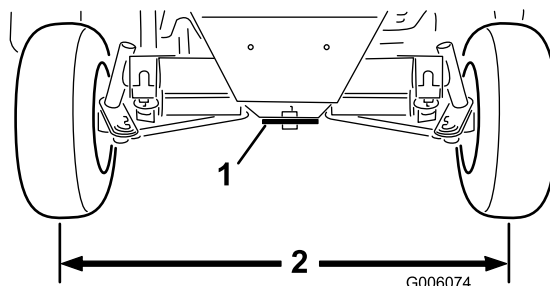

Figure 65
- Régalez les biellettes jusqu'à ce que l'entraxe soit identique à l'avant et à l'arrière des roues arrière (Figure 65).